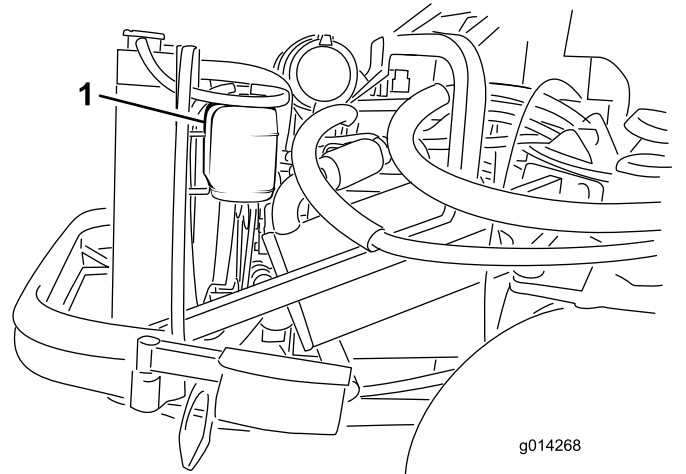

图45
1. 检查膨胀水箱的冷却液液位图45。冷却液液位应当介于膨胀水箱侧面的两个标记之间。